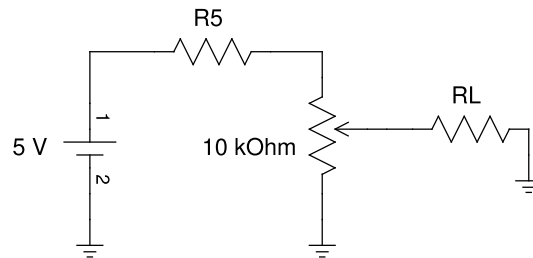

Figura 4.6
1. Monte o circuito da figura 4.6 com $R_5 = 2,2k\Omega$ sem conectar a carga R_L ;
4.13. Considerando o experimento 4.2.6, calcule o a discrepância relativa percentual associada a tensão de saída do circuito da figura 4.6 para cada situação de carga.